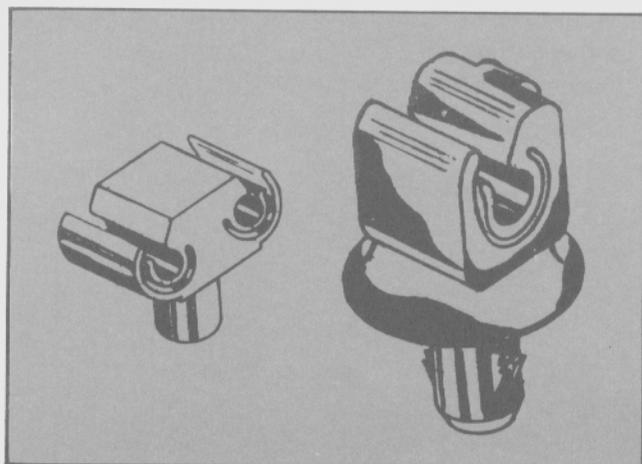

Fig. 70 - Clips de retención.
- Para retirar un tramo de caño, desconectar primero ambas conexiones de los extremos y luego retirar el mismo de los clips de retención (Fig. 70).